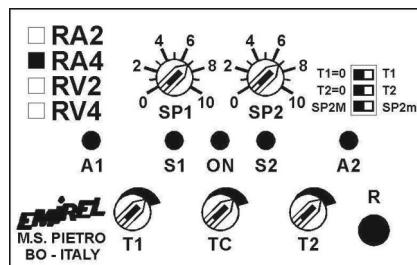

Fig. 1
- Con il selettore m/M a sinistra, la soglia SP2 è di massima (fig.1).
- When the switch m/M is pushed to the left, SP2 is MAX set point (fig.1).
verso sinistra (fig.1), i tempi di intervento sono istantanei.
pushed to the left (fig.1), the triggering time is zero.